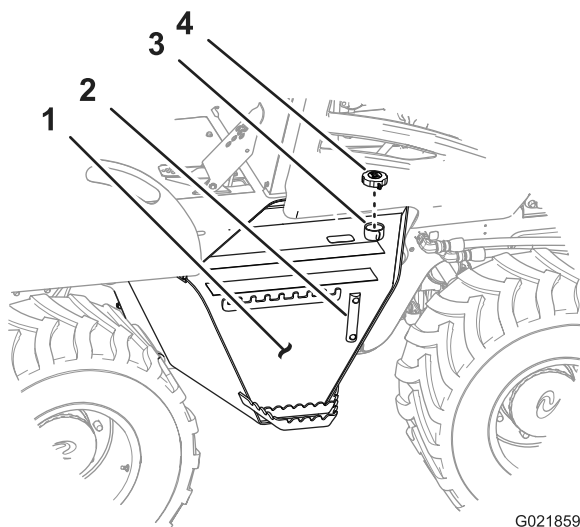

Рисунок 91
3. Снимите крышку/сапун заливной горловины (Рисунок 91).